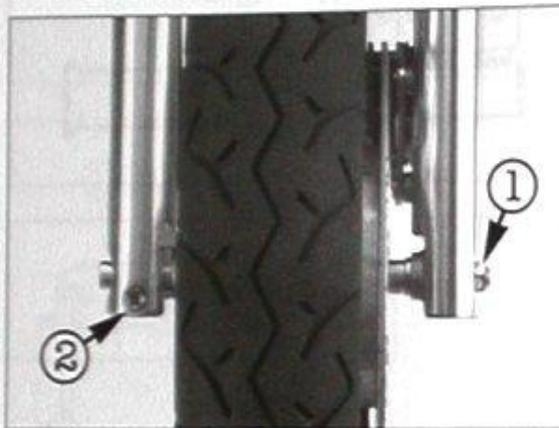

Bild 258
- Links Achsmutter ausdrehen, rechts Achsklemmschraube lösen und Achse nach rechts herausziehen (Bild 258). Rad entnehmen.